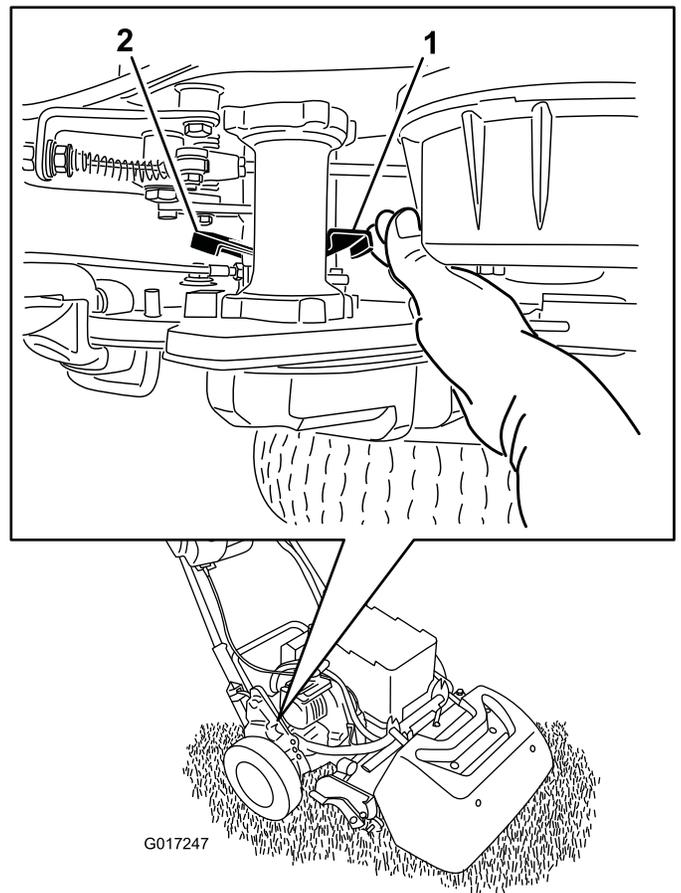

Figura 33
1. Sull'angolo posteriore destro della macchina, individuate la leva di innesto/disinnesto della trazione, vicino al tamburo di alloggiamento della trasmissione (Figura 33).